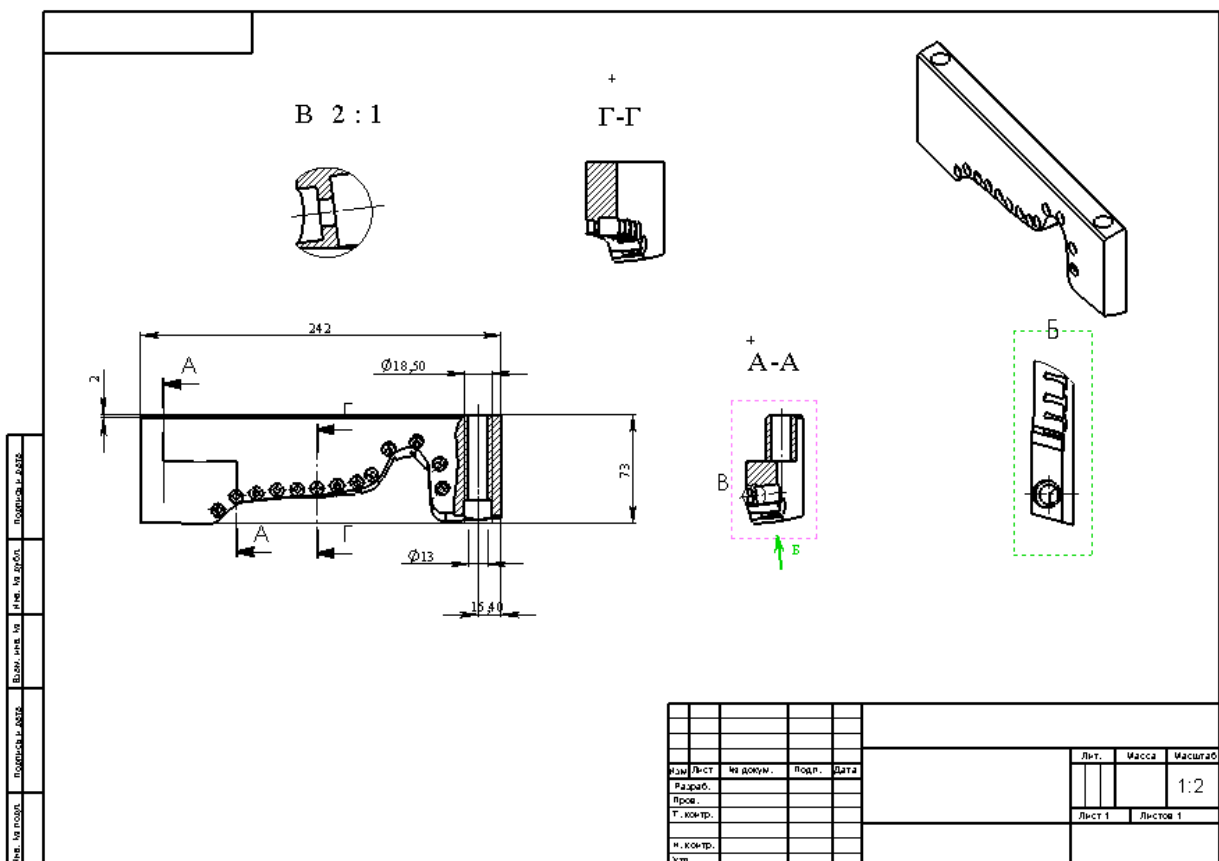

Рис. 33
- Измените масштаб местного разреза на 1:1 (рис. 33).